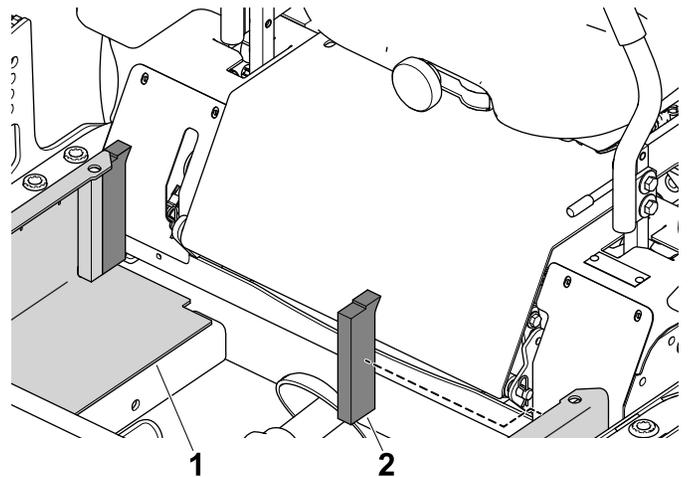

**図9**
4. 後パネルシールドの裏紙をはがして後パネルのエンジン側の面の中央に貼り付ける 図9。